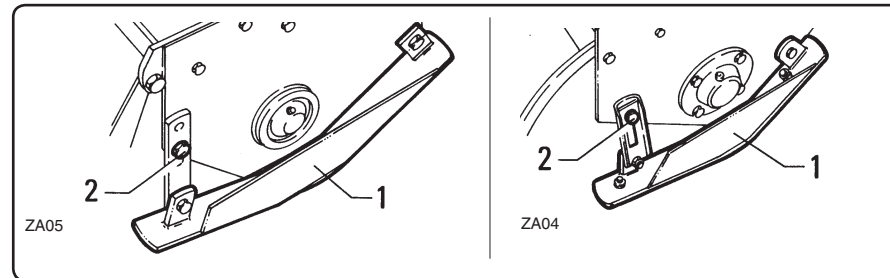

fig. 5.2.1
La profondeur de travail est déterminée par le réglage des patins "1" (fig. 5.2.1) ou du rouleau de nivellement s'il est prévu (v. par. 5.2.2).
*Die Arbeitstiefe wird mit den Kufen "1" (Abb. 5.2.1) oder der Nivellierwalze eingestellt, falls diese installiert ist (siehe Abs. 5.2.2).*